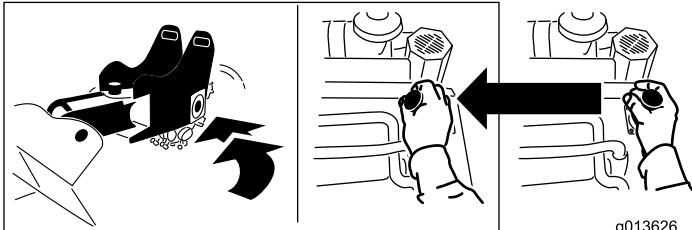

Figure 12
- Pour relever la rogneuse, tirez le levier en arrière (Figure 12).